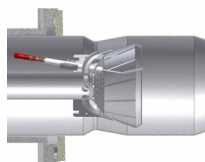

Fig. 14 - Posición "toda hacia adelante"
El quemador se regula en la fábrica con la cabeza de en posición de máxima potencia "MAX". La calibración de máxima potencia corresponde a la posición "toda hacia adelante" (Fig. 14) de la cabeza de combustión para los quemadores de tipo estándar y, en posición "toda hacia atrás" (Fig. 15) para los quemadores de baja emisión de NOx (Fig. 15). La posición "toda hacia adelante" de la
- 9 La **regulación del aire** comburente se efectúa mediante el servomando. La rotación del servomando debe ser siempre igual a 90° (ver el capítulo siguiente) con cualquier calibración de llama alta y baja. La apertura del registro de aire se regula mediante la excéntrica con ojete de Fig. 14. Para regular el caudal de aire aflojar la tuerca **RA** (Fig. 14) y mover la palanca **VRA** a lo largo del ojete como se indica, para aumentar o disminuir el caudal de aire, hasta obtener el caudal requerido, bloquear luego la tuerca **RA** en la posición correspondiente.en **llama alta** y con el servomando en posición de 90°, localizar el tornillo **V** del sector variable **SV** (véase siguiente figura), correspondiente a los cojinetes que se desplazan sobre la lámina, relativos a la posición del servomando;